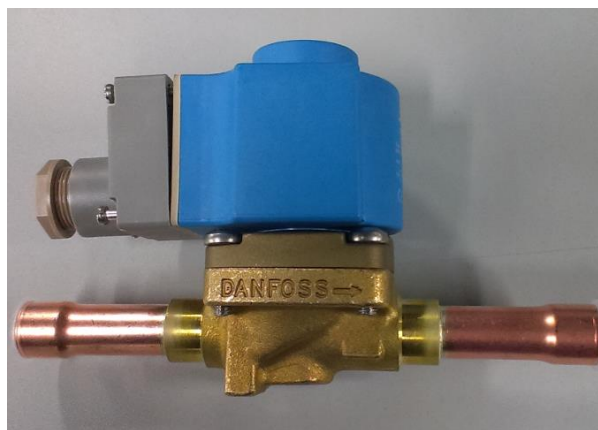

图3-13 固定线圈
- 4、 最后将线圈扣在阀体上, 尽量压紧, 以确保线圈和阀体完全扣合, 如图 3-13 所示。